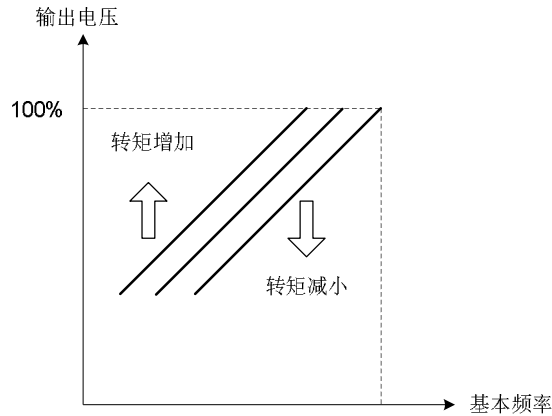

图 4.3.14 调整转矩补偿增益增加输出转矩
- 确认低速时输出电流不会超过变频器额定输出电流，参照图 4.3.14 的转矩补偿增益调整。